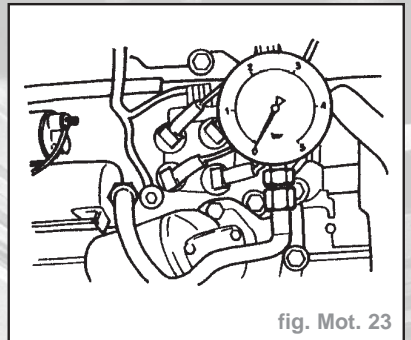

fig. Mot. 23
- Raccorder un manomètre au bloc-moteur en utilisant des raccords appropriés (fig. Mot. 23).